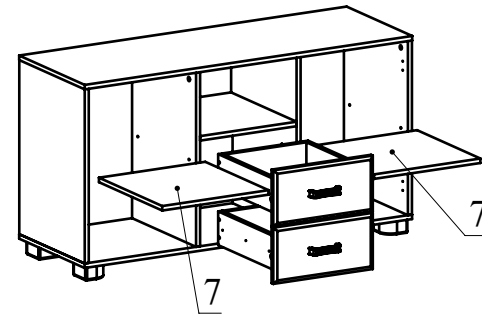

Рис.10
6. Установите ящики и детали 8 (2шт) на полкодержатели (Рис.10).